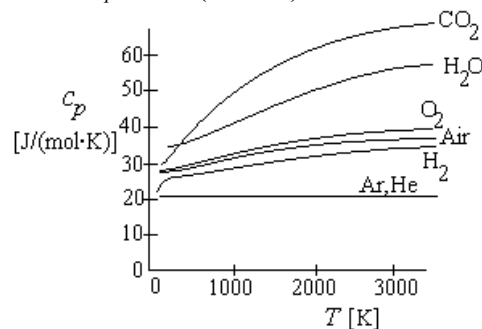

Fig. 1. Variación de la capacidad térmica con la temperatura para gases de interés en combustión.
- La variación del c_p de cada componente es grande porque la temperatura varía enormemente entre la entrada (antes de la combustión) y la salida (después de la combustión), Fig. 1. Las variaciones de entalpía se calcularían como $\Delta h = \int c_p(T) dT$, pero en este curso usaremos valores medios constantes que llamaremos 'en caliente' (aplicables para $1000 < T_{ad} [\text{K}] < 2300$ K):